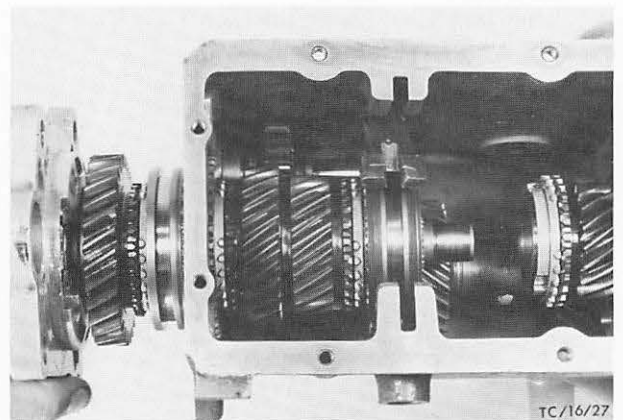

Abb. 37 Komplette Getriebeverlängerung herausziehen
13. Getriebeverlängerung mit Hauptwelle komplett aus dem Getriebegehäuse ziehen. Abb. 37.